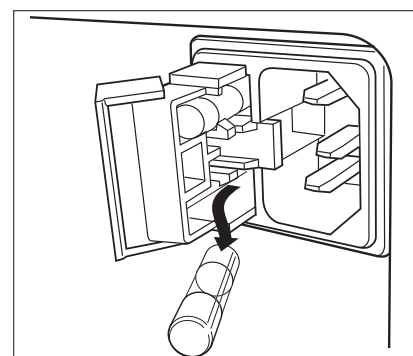

図 34
- 4) ヒューズボックスのヒューズを新しいヒューズと取り替えます。（図 34）